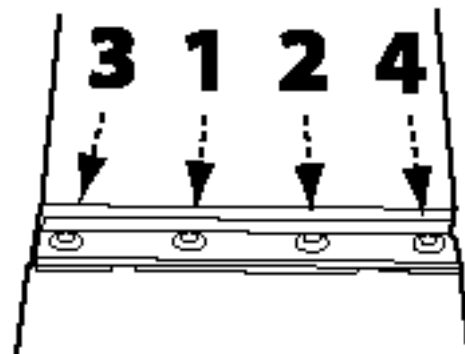

FIGURE 20
7. Installez la lame neuve ou réaigüisée et la barre de serrage dans le porte-outil. Serrez légèrement chacune des vis de serrage, en veillant à suivre la séquence représentée dans la Figure 20.